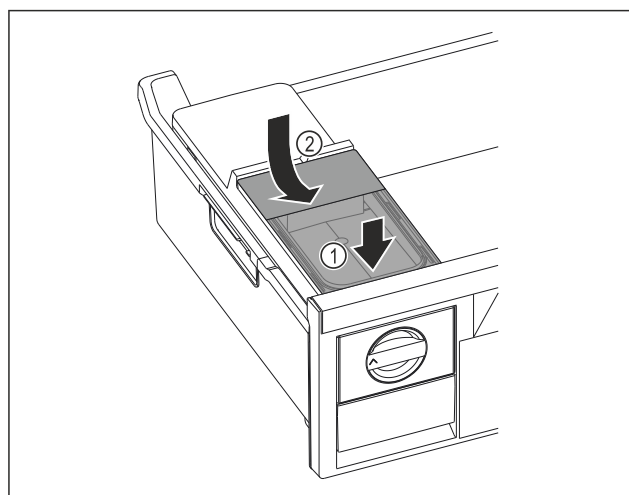

Fig. 124
- Sæt vandtanken i forfra. Fig. 124 (1)
- Sænk vandtank ned bagest. Fig. 124 (2)